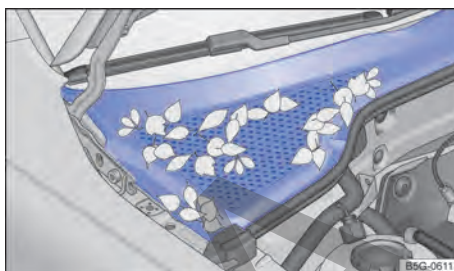

Fig. 192 Entre el compartimento del motor y el parabrisas: caja de agua (representación esquemática).
- La caja de aguas está ubicada en el compartimento del motor, entre el parabrisas y el motor, y bajo una cubierta perforada → fig. 192. El aire ambiente es aspirado de la caja de aguas al interior del vehículo por medio del sistema de calefacción y ventilación o del aire acondicionado.